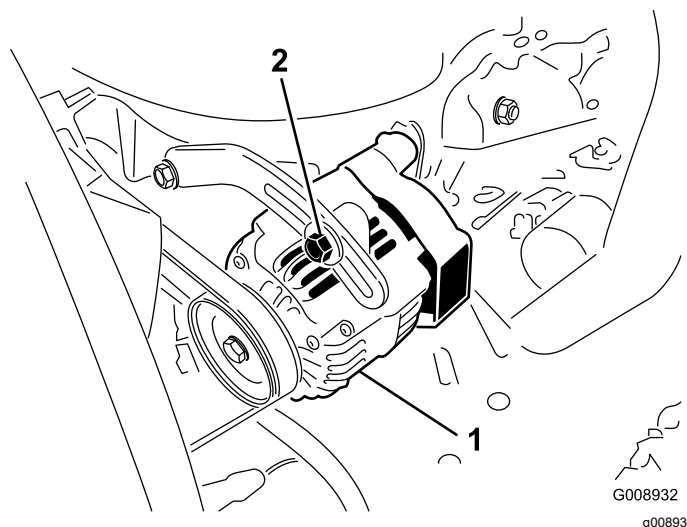

図 56
2. たわみが10 mmでない場合には、オルタネータ取り付けボルトをゆるめる(図 56)。